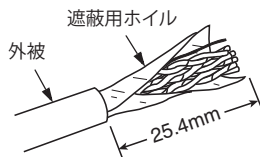

図1
1. 遮蔽用ホイルを切らないように、外被をむきます。外被をむいた部分から約25mm遮蔽用ホイルを残します。(図1参照)